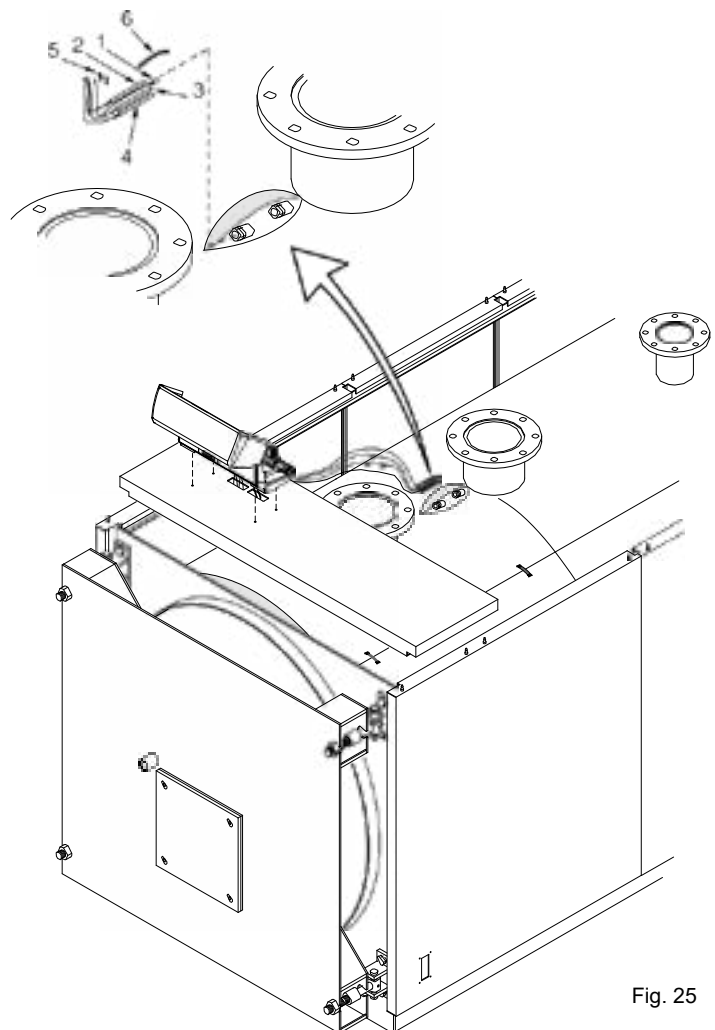

Fig. 25
E) Montera termometer- och termostatbulberna i sina respektive hållare se fig. 25 och anslut nätspänning, brännare, pump(ar) och eventuell annan utrustning till kontrollpanelen. Stäng igen kontrollpanelen. För in brännarens stickkontakt genom kabelgenomföringen(16) på valfri sida och klamra kabeln med medlevererade klammer.
F) Montera de längsgående topplåtarna (pos. 10 och 11) i sidoplåtarna.
G) Montera baksidans nedre plåt (13).
H) Montera baksidans övre plåt (14).
Monteringen utföres i följande steg och med hänvisning till fig. 25:
(Se fig. 25 & 26 för detaljer.)